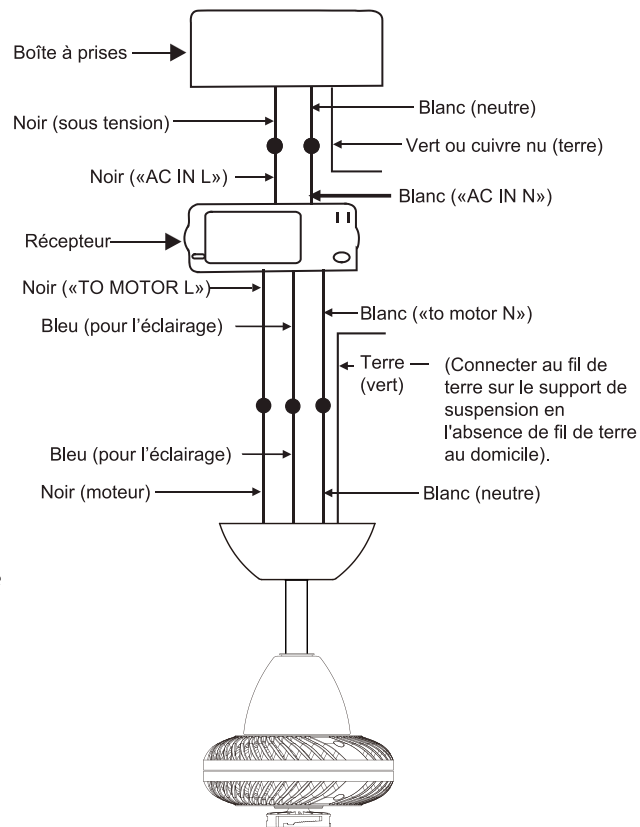

Fig. 13
Étape 2. Connexions électriques entre le moteur et le récepteur : (Fig. 13)
Étape 3. (Fig. 13) Connexions entre récepteur et fils d'alimentation du domicile : Connectez le fil noir (sous tension) du plafond au fil noir marqué "AC in L" du récepteur. Connectez le fil blanc (neutre) du plafond au fil blanc marqué "AC IN N" du récepteur. Sécurisez les connexions de fils avec les connecteurs en plastique (fournis).
Étape 4. (Fig.13) Si la boîte à prises a un fil de masse (vert ou cuivre nu), le connecter aux fils de mise à la terre du ventilateur : en l'absence de ce fil, connecter le fil de mise à la terre du ventilateur au support de montage. Sécurisez la connexion du fil avec l'écrou en plastique (fourni). Après avoir connecté les fils, séparez-les de sorte que les fils verts et blancs se trouvent sur un côté de la boîte à prises et les fils noirs et bleus de l'autre côté.